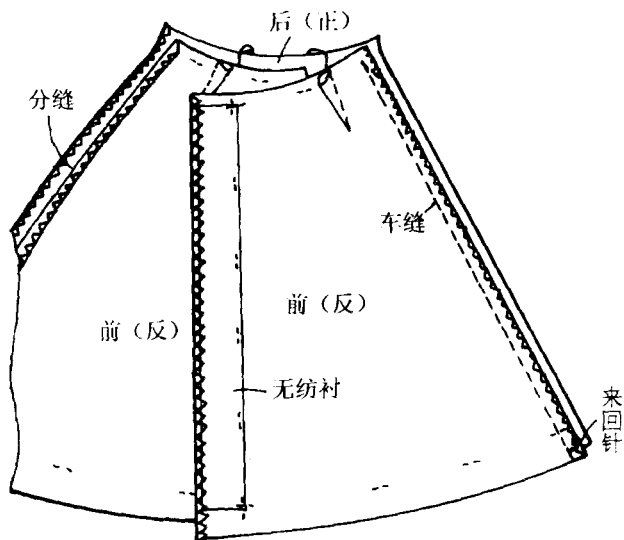

图 3-6
6. 缝合侧缝。将前后裙片正面对,顺侧缝车缝,然后将缝份分缝烫平。见图3-6。